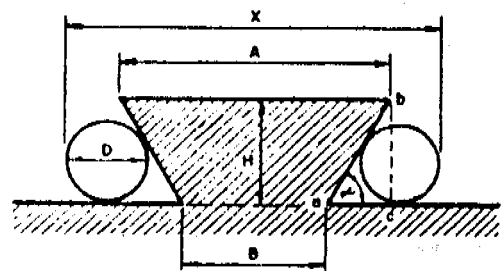

Figura 1
La medición con rodillos se funda en las tres relaciones trigonométricas elementales de un triángulo rectángulo ( triángulo BAC en la figura 1 ) en el que se considera el ángulo para los efectos de los cálculos correspondientes.
**RANURA EN COLA DE MILANO ( Figura 1 )**